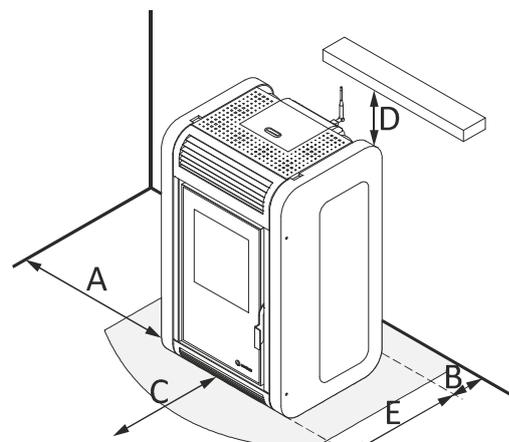

Figura 5
- 4.20.** Confirme os espaços entre a estufa, o combustível e qualquer tipo de material inflamável, confirme na *figura 5 e 6*.